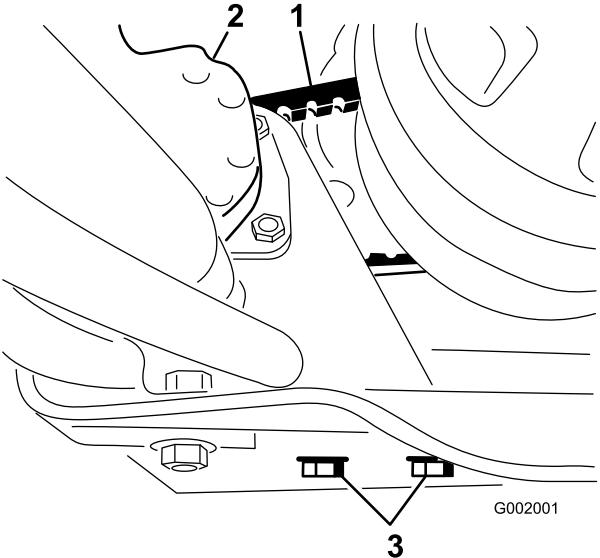

Figura 60
2. Desaperte os parafusos de montagem da bomba de direcção (Figura 60).